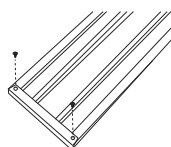

Figure 1
1. Placez le banc à l'envers sur une surface plane. Installez les embouts en métal à chaque extrémité de la planche. Les trous préperçés des embouts doivent être orientés vers le haut. Utilisez la perceuse électrique et deux vis autotaraudeuses pour fixer chaque embout à chaque extrémité de la planche. (Voir Figure 1)